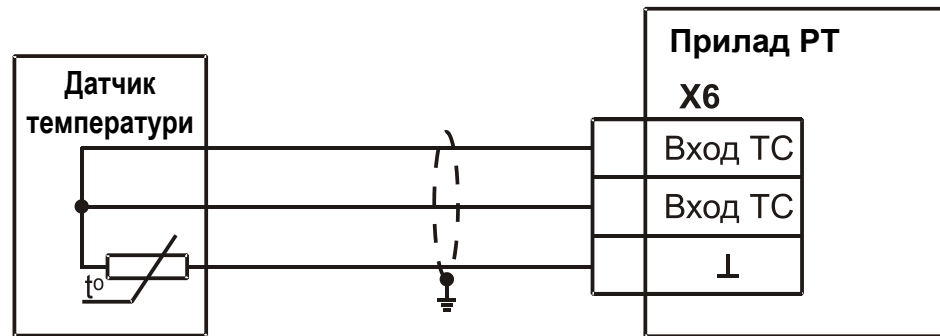

Рисунок 9.1 - Підключення ТС до приладу
9.1 Підключення ТС до приладу (рис. 9.1).